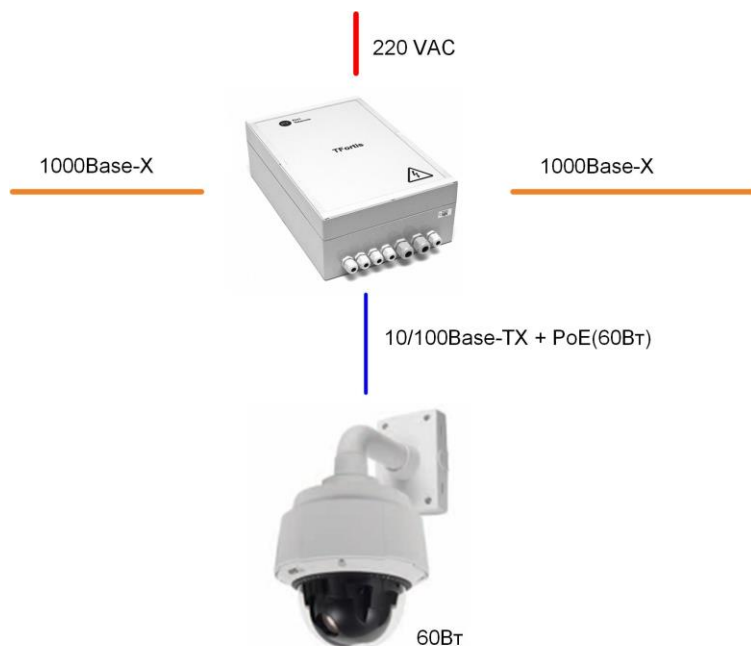

Рис. 1-1. Схема подключения одной камеры с потреблением 60 Вт.
- одна камера с потреблением 60 Вт (рис. 1-1)